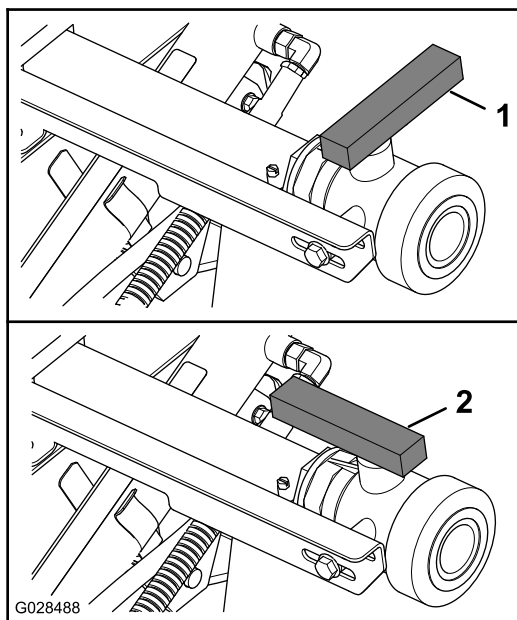

Figura 73
3. Abra a válvula para drenar todo o material não utilizado do depósito (Figura 73).
4. Feche a válvula de drenagem (Figura 73).